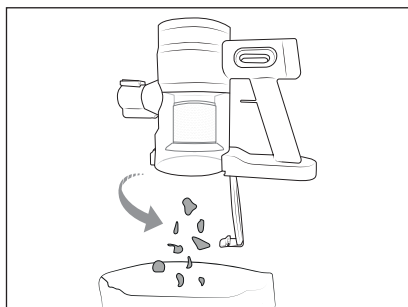

Fig. 10
- 1) Se necessario rimuovere il tubo di aspirazione telescopico **16**. Sostenere il contenitore della polvere **2** in una pattumiera e premere il tasto di sblocco per il coperchio del contenitore della polvere **4**. Il coperchio del contenitore della polvere **3** si apre e il contenuto viene scaricato nella pattumiera (vedere fig. 10).